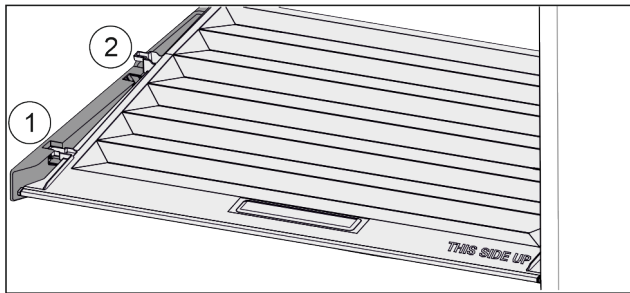

Fig. 91
- ▶ Poklopac do otvora u pridržnim dijelovima povucite prema naprijed Fig. 91 (1).
- ▶ Podignite ga odozdo sa stražnje strane i izvadite prema gore Fig. 91 (2).